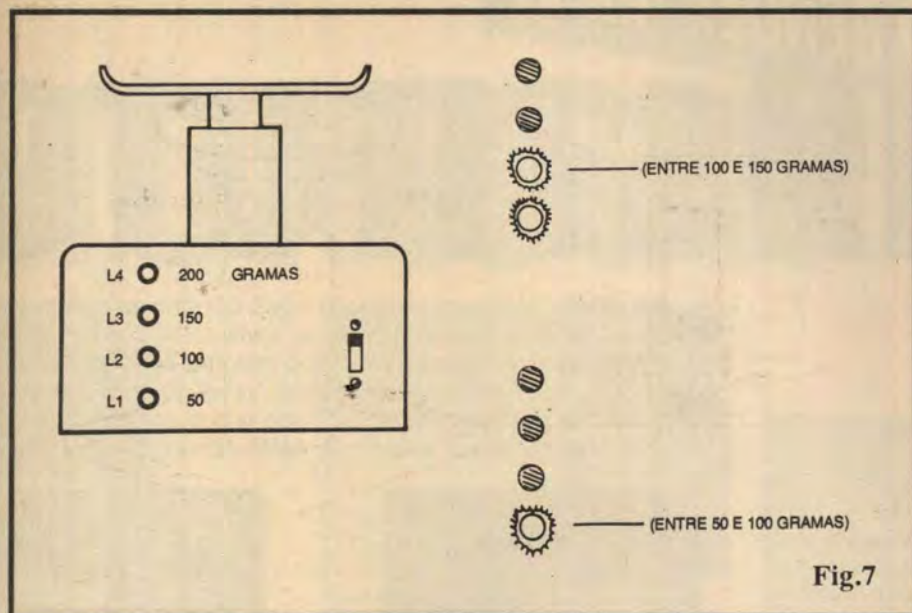

Fig.7
- **FIG. 7 - A CALIBRAÇÃO E A MARCAÇÃO DA BARRA DE LEDS...** - O limite máximo de "peso medível" da **BEXOM** depende (como o Leitor/Hobbysta